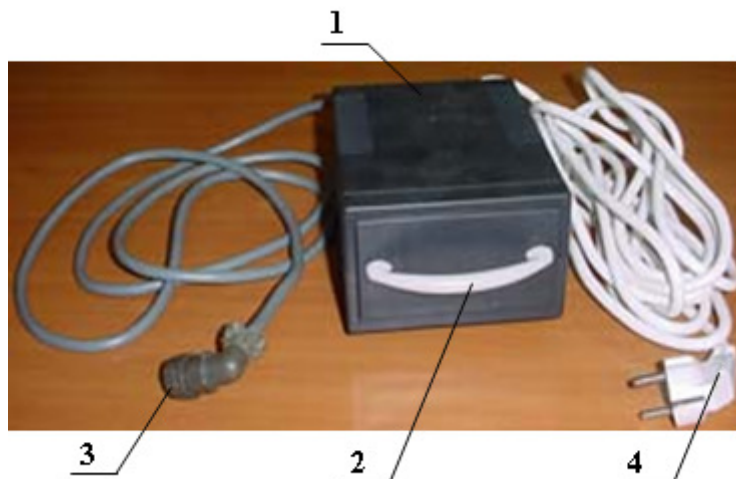

Рис. 1.9. Преобразователь «КЕДР» 220 В – 12 В: 1 – корпус; 2 – ручка; 3 – кабельная вилка; 4 – вилка сетевого шнура сети 220 В, 50 Гц
большими токами возможно даже разрушение батареи. Поэтому важно вовремя прекратить заряд батареи по достижении заданной степени заряда. Зарядное устройство «КЕДР-АВТО» представлено на рис. 1.9.
*Рис. 1.9. Зарядное устройство «КЕДР-АВТО»: 1 – корпус; 2 – ножки; 3 – кабельная вилка; 4 – вилка сетевого шнура сети 220 В, 50 Гц; 5 – стрелочный индикатор тока (амперметр); 6 – кнопка режима «АВТОМАТ»; 7 – кнопка режима «ЦИКЛ»; 8 – световой индикатор*
Преобразователь «КЕДР» 220 В – 12 В (сетевой адаптер), показанный на рис. 1.9, представляет собой конструкцию, выполненную на основе электронного трансформатора (фирмы Taschibra®), заключенного в пластмассовый корпус 1.